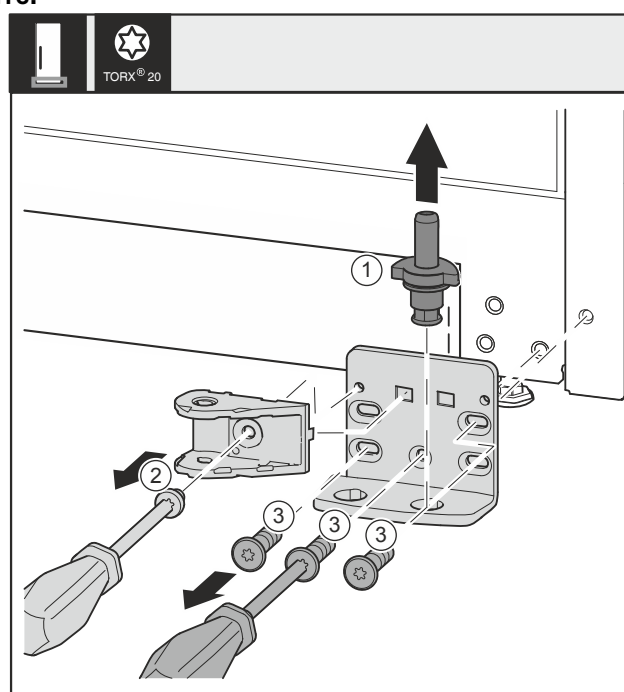

Fig. 31
- Extraiga el perno del cojinete Fig. 31 (1) por completo hacia arriba.
- Desatornille el tornillo Fig. 31 (2) con un destornillador y retire la conexión del amortiguador de cierre.
- Desatornille los tornillos Fig. 31 (3) con un destornillador y retire el soporte del cojinete.